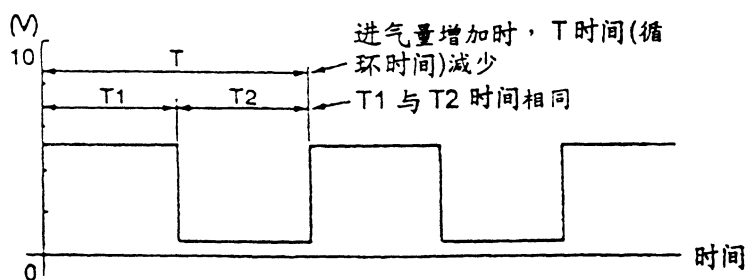

图 3-10 AFS 标准波形
(3) 不使用测试线时将示波器的探针接到 ECU 的 90 号端子。AFS 标准波形观察条件见表 3-12 所示。AFS 标准波形见图 3-10 所示。